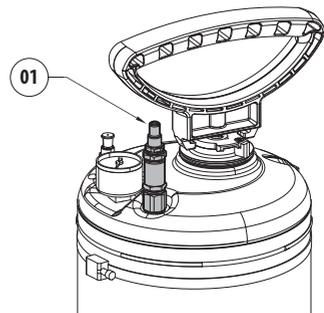

Fig. 26
Raccorder le tube d'air comprimé sur la vanne de remplissage d'air comprimé (01). Une fois la pression souhaitée générée, enlever le tube d'air comprimé. (Fig. 26, page 17).